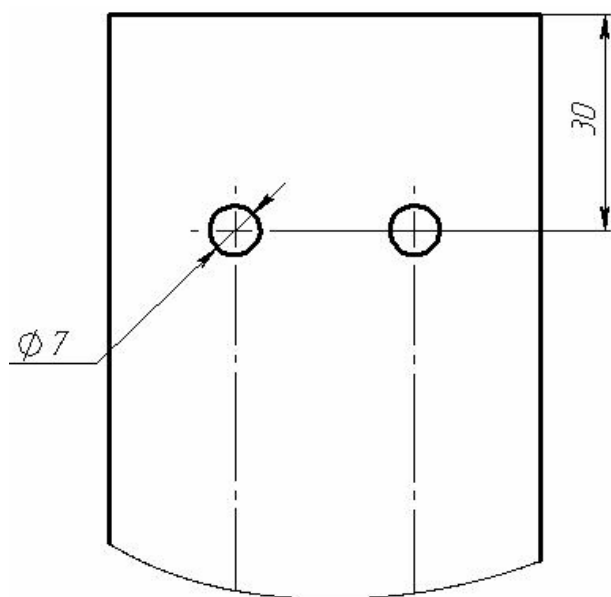

Рисунок 3. Расположение линии отреза относительно нижней группы отверстий стойки
6. Если монтируется один считыватель в нижнем положении, то необходимо отпилить верхнюю часть стойки. Линия отреза должна находиться на 30 мм выше нижней группы отверстий крепления считывателя (см. рис. 3). Полости стойки очистить от стружки, кромки тщательно зачистить. На верхний конец стойки установите пластиковые заглушки, демонтированные с отпиленной части стойки.